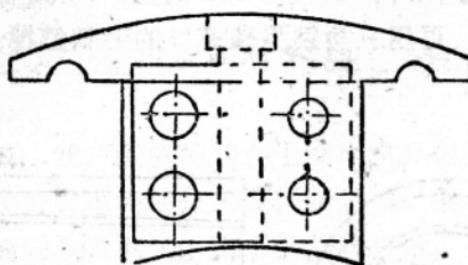

图 2 轉子轭鐵
(2) 轉子制造工艺 轉子磁极鐵心也是用0.28公厘的薄鐵片制成，首先按磁极冲模冲成图 2 的形状，然后浸以 3 号絕緣漆，放到干燥室里烘烤，直到干了为止。以后再用特制的夹具夾緊，并在四个孔上穿进直徑10公厘的鐵棍，将鐵心片依次迭上，片数为 100 片。当夾緊到 330 公厘时，将四根鐵棍鉚定，